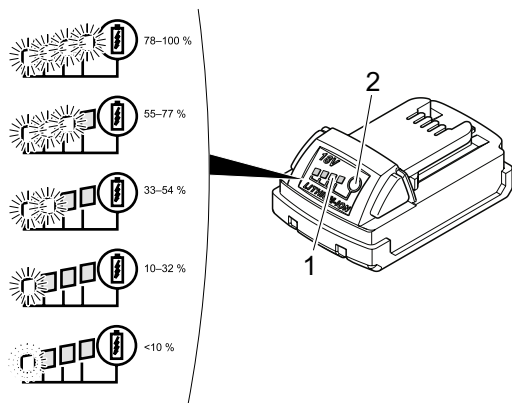

Fig. 9: Controllo del livello di carica della batteria
► Premere il tasto (Fig. 9/2).
Il numero di LED accesi (Fig. 9/1) indica lo stato di carica. Un LED lampeggiante indica un livello di carica inferiore al 10%.